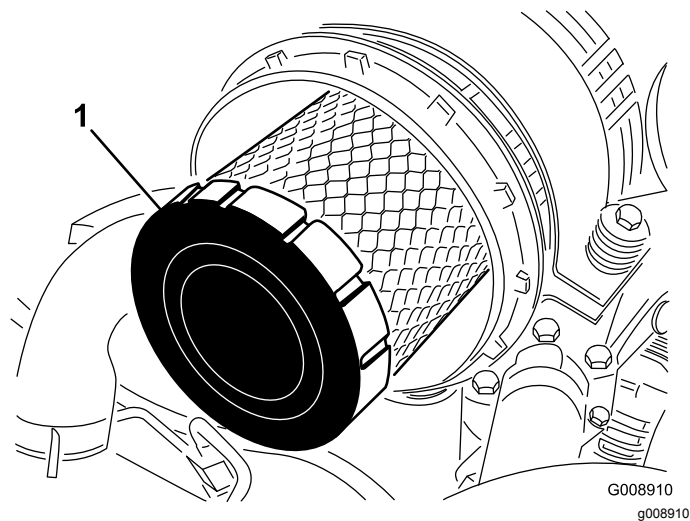

Figura 80
4. Togliete il filtro primario dell'olio (Figura 80).